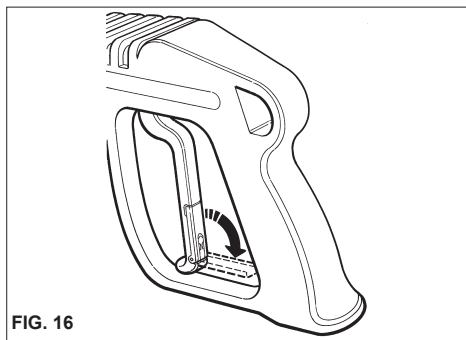

FIG. 16
- Quando l'idropultrice non viene utilizzata chiudere il dispositivo di sicurezza dell'impugnatura (fig. 16).